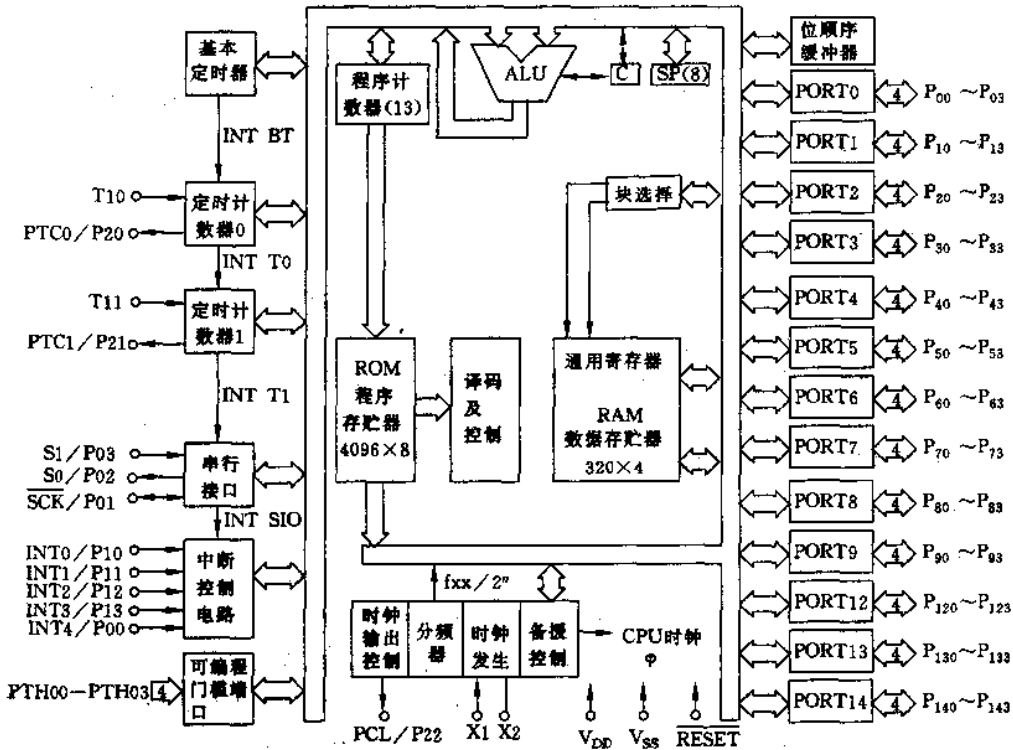

图 2-96
(1) 4 位单片机 $\mu\text{PD75104}$ 简介
① $\mu\text{PD75104}$ 的逻辑结构如图 2-96 所示,从图中可知, $\mu\text{PD75104}$ 的结构是比较复杂的。它包括有存储器,运算和控制部件,输入输出端口,定时计数器,串行接口,中断控制逻辑,模拟信号输入端口,位连续缓冲器等。